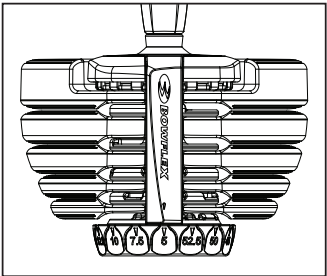

Figura 1
1. Con l'impugnatura del manubrio inserita nella base, ruota entrambe le manopole di regolazione sul numero più basso (Figura 1). Saprai di aver selezionato correttamente il numero quando sentirai la manopola di regolazione assestarsi in una tacca (nota come detent). Sentirai anche un leggero ma udibile scatto che corrisponde alle posizioni delle tacche per ogni numero.